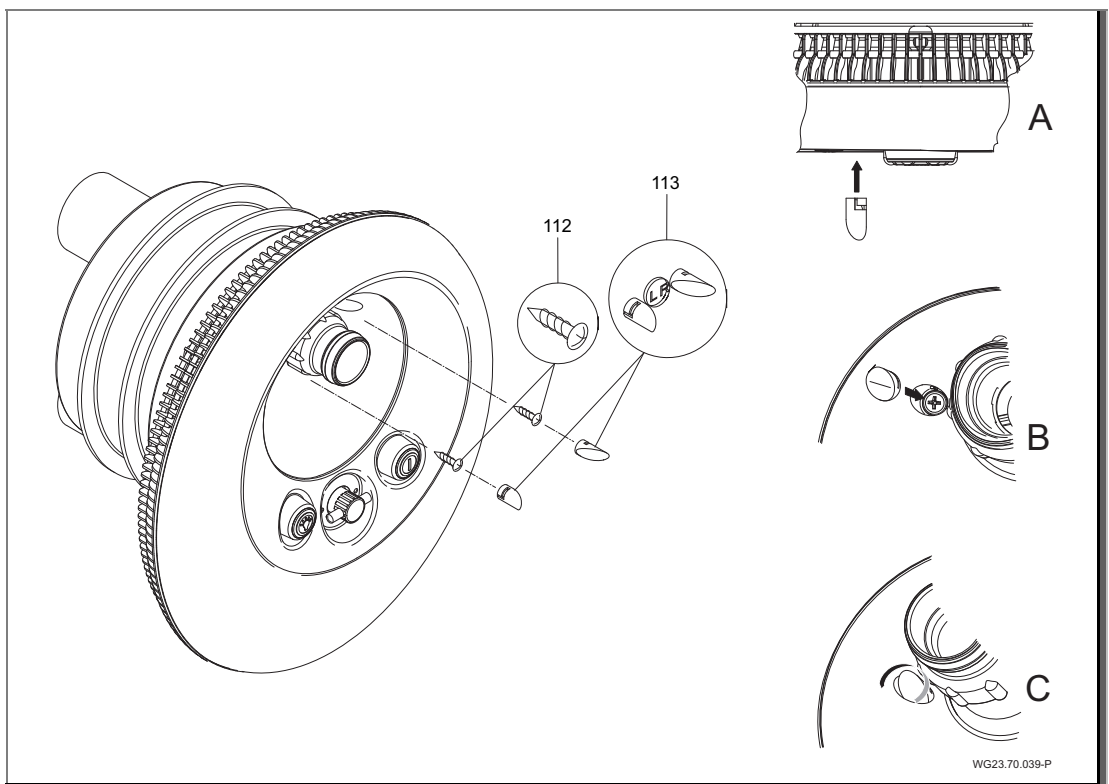

Fig. 20
10. Fijar los tapones decorativos en la cubierta de luz (110) tal como se muestra en la figura 16 A-C. Utilizar los tapones decorativos correctos para los lados izquierdo (L) y derecho (R). (Fig. 20)
1. Afloje el prensaestopas (20).
4. Desbloquear la cubierta (113). Ver "Fig. 20", página 35.
5. Afloje el tornillo (112) y retire la cubierta de luz (110).
6. Afloje los tornillos (49) y retire el embellecedor de acero inoxidable (93).
7. Afloje los tornillos (95) y retire el alojamiento de succión (107).
8. Afloje los tornillos (52), retire el anillo de fijación (28) y el retén del anillo de sujeción (27).